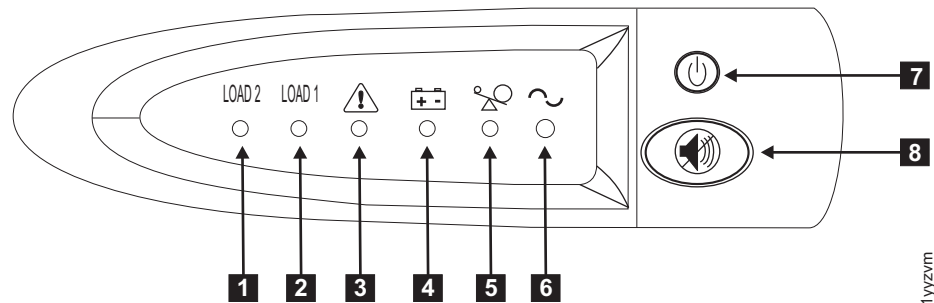

図 17. 2145 UPS-1U のフロント・パネル・アセンブリー
8. オン/オフ・ボタン (図 17 の **7**) を約 5 秒間押し続けます。オン/オフ・ボタンを押すのに、先が尖った道具 (ねじ回しなど) を使用する必要があります。2145 UPS-1U が自己診断テストを行う間、フロント・パネル・インディケーターは始動シーケンスを循環します。